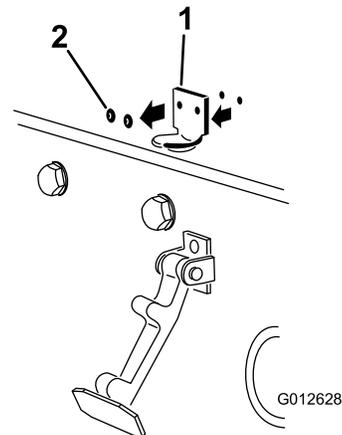

图 32
2. 卸下将机罩门锁支架固定至机罩的铆钉 2 个图 32。从机罩上卸下机罩门锁支架。